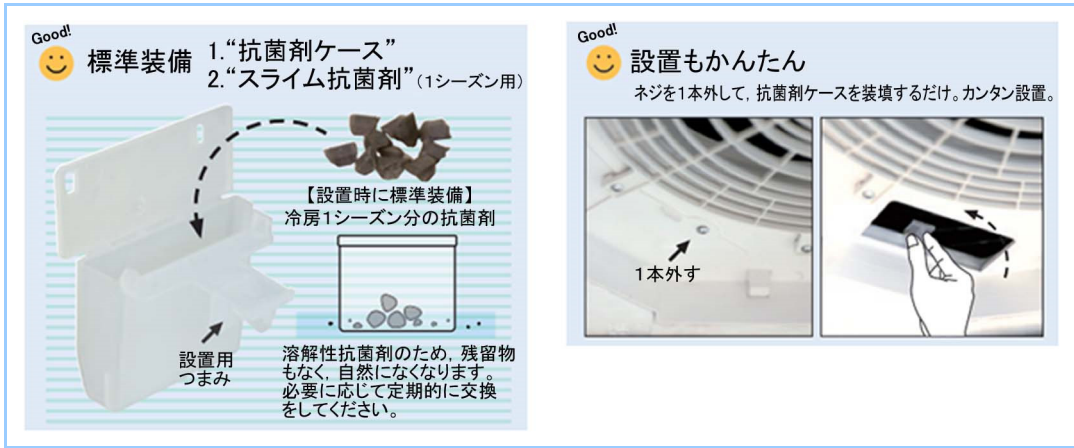

図4 抗菌剤標準装備及び交換機構
(4) 施工性・サービス性の改善
- ・ 抗菌剤標準装備及び交換機構: ドレンパンでスライム(泥状・粘液状の物質)が発生すると、悪臭やドレン排水不良による故障に至る可能性がある。新 FDT では1シーズン分のスライム発生を抑制するための抗菌剤を標準装備化し、また容易に抗菌剤をドレンパン内に投入できる機構を新たに設けた(図4)。このメンテナンス性の改善により、スライム発生によるトラブルの低減やドレンパン洗浄頻度の低減が可能となった。